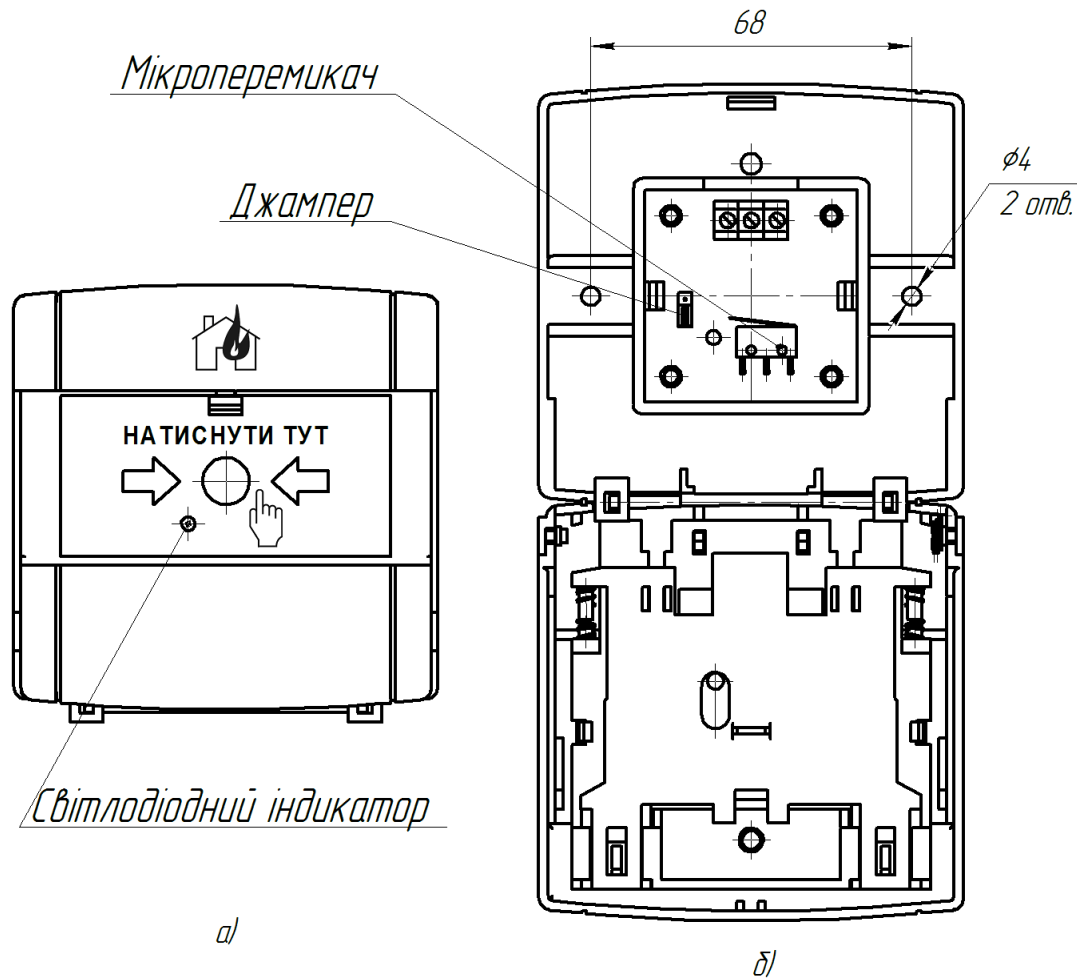

Рисунок 1 - Зовнішній вигляд (а) та внутрішня компоновка (б) пристроїв
3.1 Для монтажу пристроїв необхідно відкрити пристрій натисканням ключа на заціпку у верхній частині пристроїв, протягнути проводи всередину пристрою і закріпити його на стіні приміщення за допомогою дюбелів та гвинтів (див. рис. 1). Підключення пристроїв проводиться згідно схеми наведеної на рисунку 2. Рекомендований переріз проводів від 0,28 до 1,0 мм².